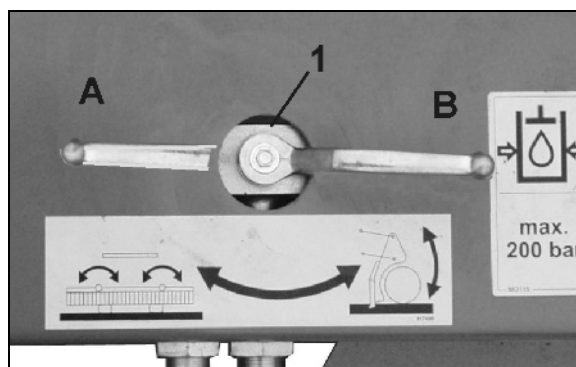

Рис. 97
2. Установите шаровой кран (Рис. 97/1) в положение **A**.
6. Установите шаровой кран (Рис. 97/1) в положение **B**.
- Перевести запорный кран (Рис. 97/1) в положении **В**,